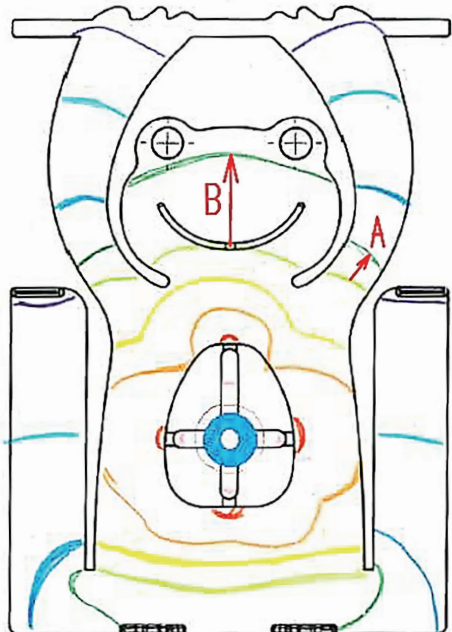

図8 プラスチックの流れ方
図8では、中央の円(水色)からプラスチックを流している。①成形機から金型へ、10cm3のプラスチックを流して成形を行う。②流す量を20cm3、30・90cm3と増やす。③それぞれの時に、どこまでプラスチックが流れたかを製品図に記録する。④線と線の間が広い場所は、流動速度が速いと判断できる。逆に狭い場所は、遅いと判断できる。図8を見ると、Bの部分が速くAの部分が遅いということになる。
- ① 今回ヒンジの関係で板厚を変更したため、流動速度が一定にならない。そのため他の部分にプラスチックが流れこむことで、この場所では流動速度が遅くなりフローマークが発生した。
- ② 凸の線を付加したことで、部分的に板厚が厚くなり、その関係で流動速度が速まり、ジェットイングが発生した。
プラスチックの流量を変更し、図8から流速を確認しようとしたが、不良の模様が小さすぎてよくわからなかった。仕方がないので図8の形状から、模様が発生している部分の射出速度を極端に上げ下げすることで、模様の変化を確認した。その結果、射出速度を下げることにより解決したため、模様は②のジェットイング(の一種)であることが判明した。(流動速度と射出速度はイコールではないが、比例の関係にある。射出速度を上げれば流動速度も上がり、逆も同様である。)